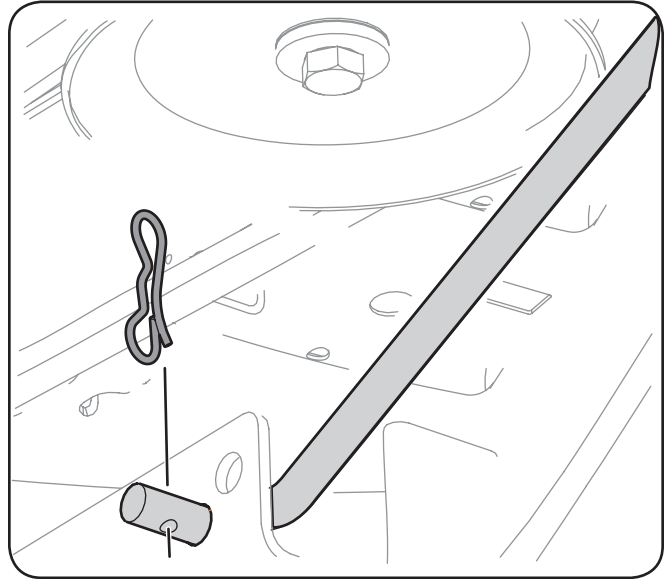

Figura 7-4
13. Tire del pasador de chaveta hacia afuera de la varilla de elevación delantera de la plataforma que la sujeta a la plataforma. Consulte Figura 7-4. Saque la varilla de elevación de la plataforma de la ménsula de suspensión frontal.